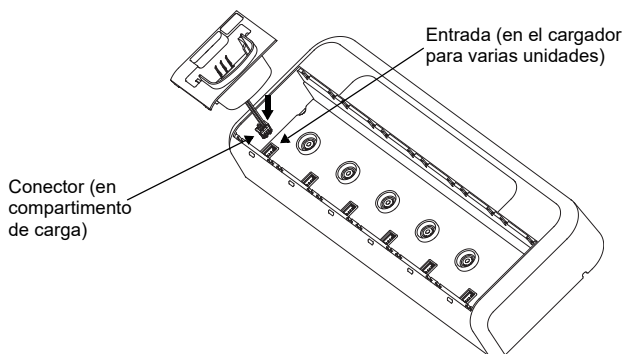

Figura 4
3. Tire del conector hacia arriba para extraer el compartimento (consulte la Figura 4).
1. Conecte el conector del compartimento al cargador para varias unidades (consulte la Figura 4).